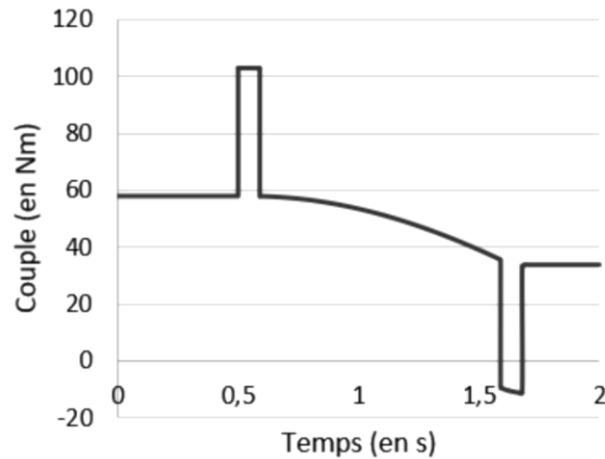

Figure 2 : évolution temporelle attendu pour le couple de l'actionneur 2
**Q13. Ajuster** l'évolution temporelle de la vitesse angulaire du bras en fonction du temps pour se rapprocher le plus possible du graphique de la figure 2. **Faire** une capture d'écran du graphique « Couple Cmot2 (en N.m) en fonction du temps ».